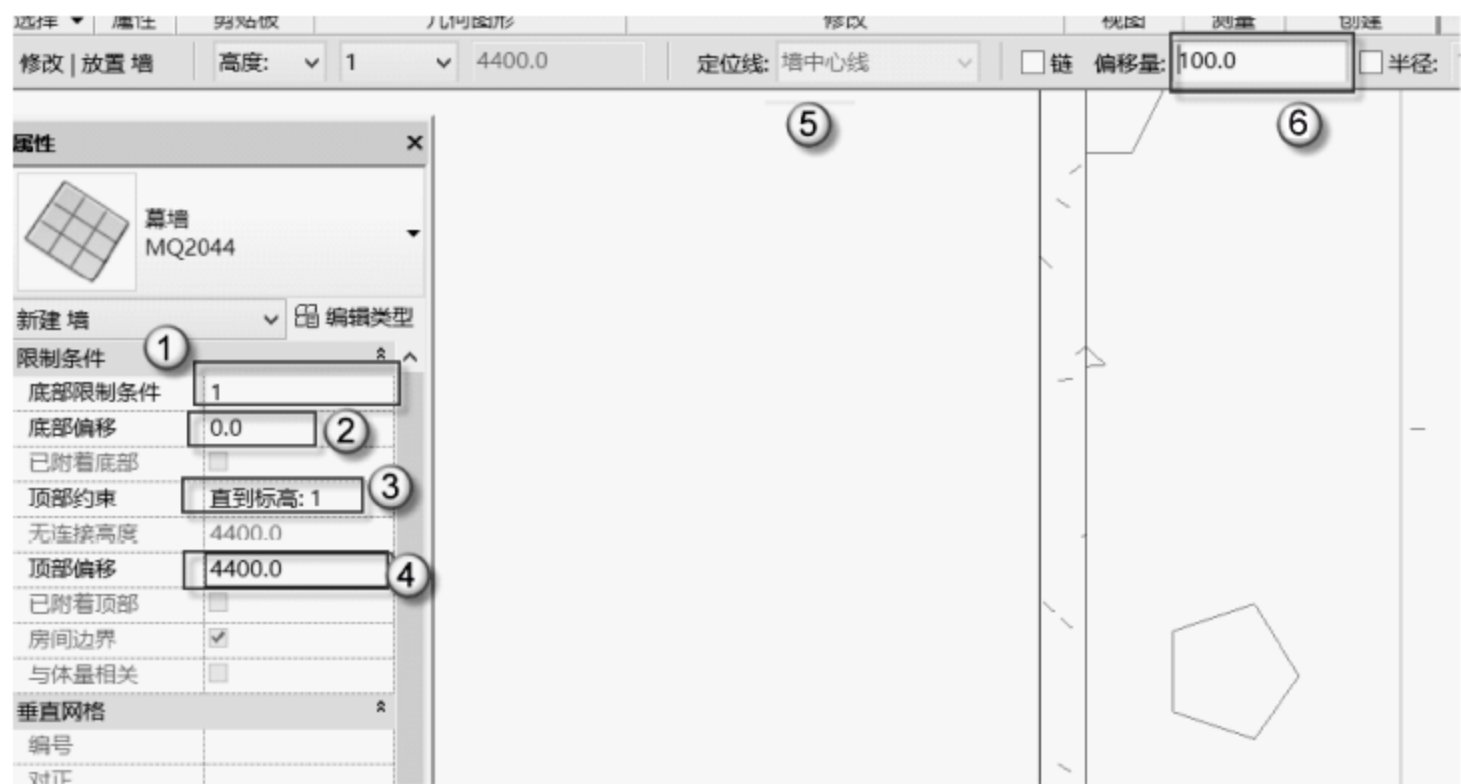

图 10.3.31 “MQ2044”的绘制参数设置
(5) “MQ2044”的绘制。选择“建筑”→“墙”→“MQ2044”命令，也可以直接按快捷键 W+A，再选择“MQ2044”。设置“MQ2044”的绘制参数，将“底部限制条件”改为“直到标高：1”，“底部偏移”为“0”，“顶部约束”为“一层”，“顶部偏移”为“4400mm”，“定位线”为“墙中心线”，“偏移量”为“100mm”，如图 10.3.31 所示。参数设置完成后